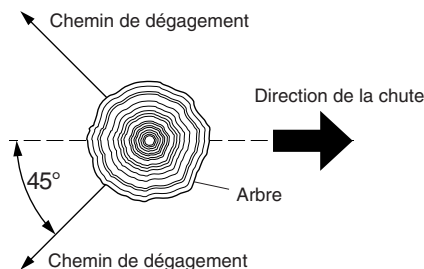

Figure 11 - Chemin de dégagement pour s'éloigner de l'arbre
- Avant d'abattre un arbre, prévoir un chemin de dégagement et le dégager. Le prévoir à l'opposé de la direction de chute de l'arbre et à un angle de 45°. (Voir la figure 11.)